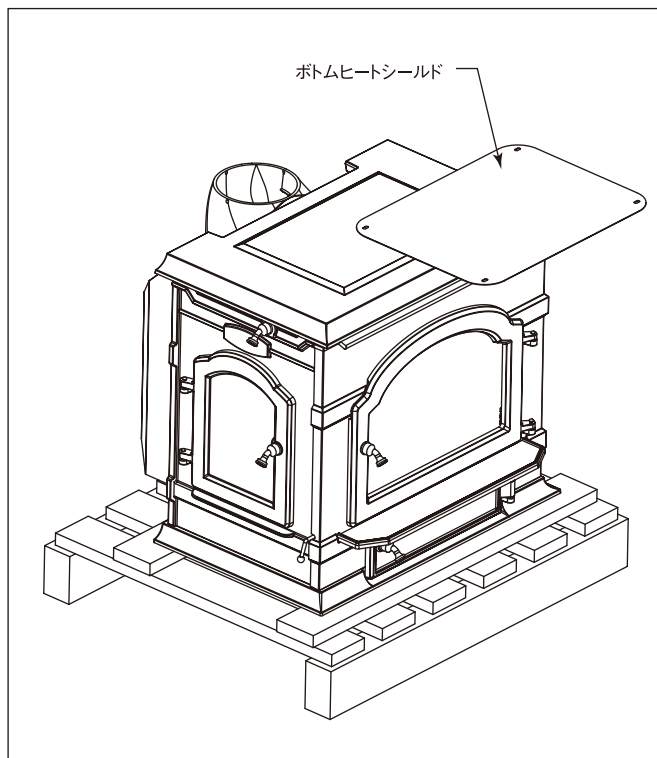

図2 ストーブとパレットを固定しているバンドを切り、ボトム・ヒートシールドを取り除いてください。
- 1) ストーブをパレットに固定しているバンドを切り、ストーブの天板に置かれているボトム・ヒートシールドを取り外してください。（図2）